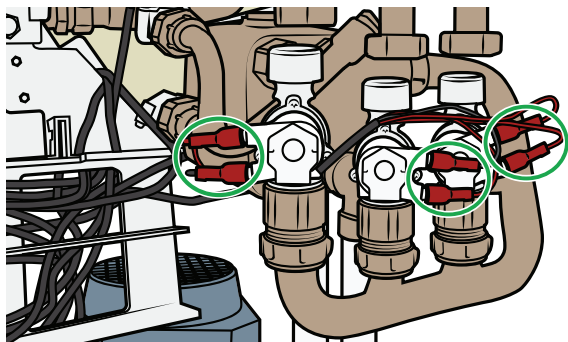

Figure 83
19. Branchez les six connexions électriques des électrovannes sur les raccords de tuyaux. Assurez-vous qu'elles sont dans la bonne position. Voir Figure 83.